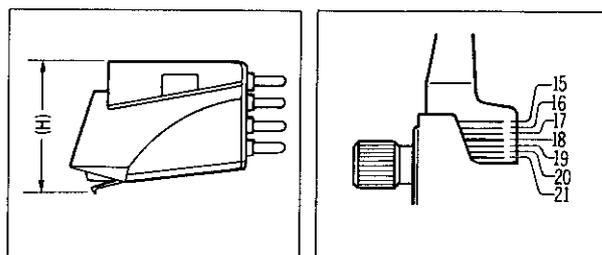

Fig. 17
- If the cartridge height is 18 mm as shown in the picture, lock the arm bearing support at the line indicated in the picture. (See Fig. 17) The arm height can be adjusted in 1 mm increments over a range of 6 mm.
- Falls die Höhe des Tonabnehmers 18 mm beträgt, wie in der Abbildung gezeigt, verriegeln Sie den Zapfenlagerträger an der in der Abbildung gezeigten Linie (Fig. 17).
- Si la hauteur de la cellule de lecture est de 18 mm, comme montré sur l'illustration, bloquer le support à pivot du bras à la ligne indiquée sur l'illustration. (Voir Fig. 17)